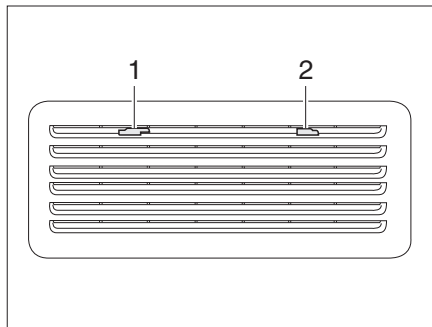
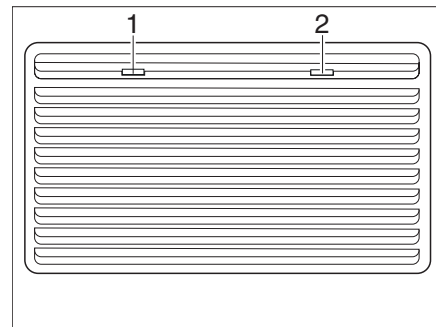

Fig. 131 Rejilla de ventilación del frigorífico (Thetford pequeña)
Fig. 132 Rejilla de ventilación del frigorífico (Thetford grande)
- Empujar los bloqueos (Fig. 131,1 y 2 ó Fig. 132,1 y 2) al centro.